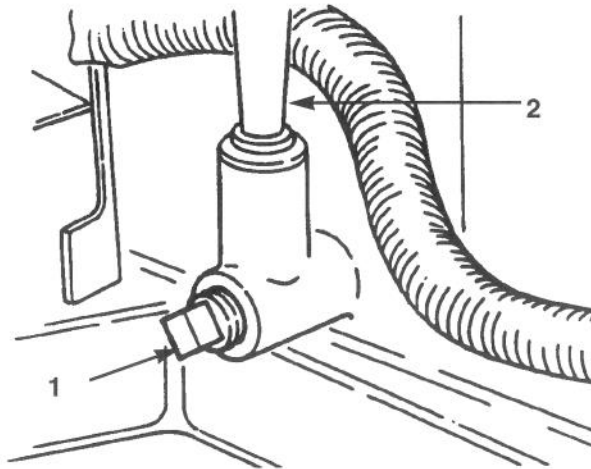

Figure 33
4. Placer un récipient sous le tube de la jauge/de remplissage et déposer le bouchon de vidange (Fig. 33).